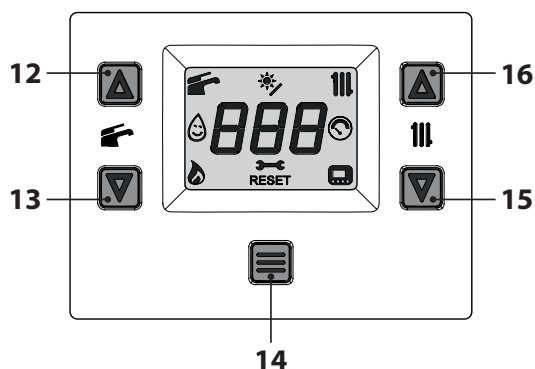

Figura 6.6
- Tenere premuto per 5 secondi il tasto 14 fino a far apparire sul display entrambe i simboli  e  Figura 6.6.
- Spegner la caldaia tenendo premuto per 5 secondi il tasto 14 (Figura 6.6) fino a far apparire sul display LCD il simbolo — — — (i trattini vengono accesi in sequenza per simulare uno scorrimento) (Figura 6.5).